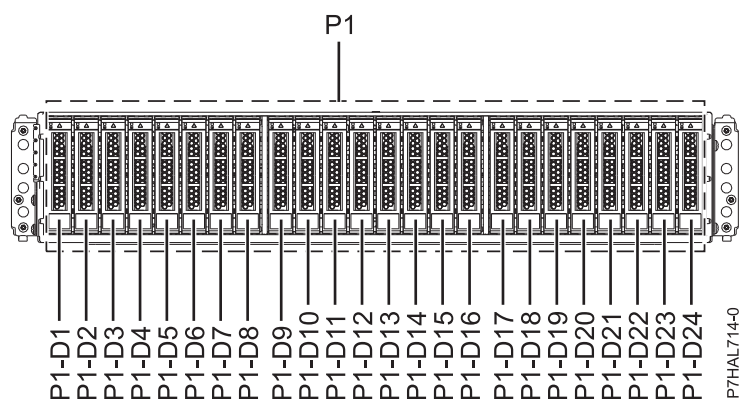
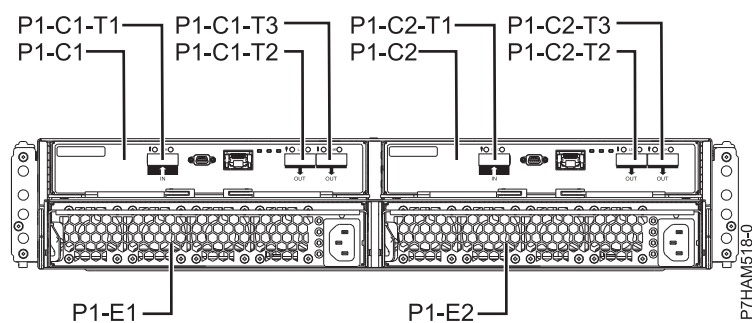

Figura 45. Vista anterior do 5887 suporte de unidades de disco mostrando a localização das unidades de disco
Figura 46. Vista posterior da 5887 suporte de unidades de disco
1. Identifique o componente e o suporte aos quais pretende prestar assistência. As ranhuras de unidades de disco e unidades de disco de segunda geração estão localizadas na parte anterior do suporte. Figura 45 e a Figura 46 mostram a vista anterior e vista posterior do 5887 suporte de unidades de disco e as localizações da unidade de disco na 5887 suporte de unidades de disco.